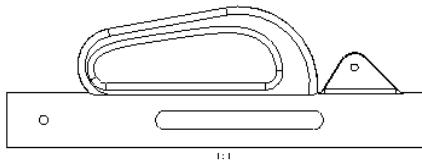

图 10.4.2 主视图
下面介绍如何创建 body.prt 零件模型主视图，如图 10.4.2 所示。操作步骤如下。
(3) 图 10.4.2 所示的主视图已经被切换到线框显示状态，切换视图的显示方法与在建模环境中的方法是一样的，还有另一种方法后面会详细介绍。
边。此时模型按前面操作的方向要求，以图 10.4.2 所示的方位摆放在屏幕中。